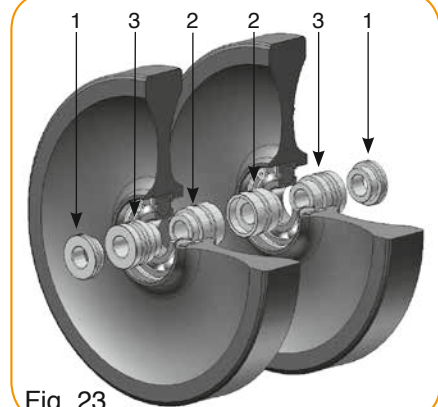

Fig. 23
- Montage version C : roue largeur 29mm en double ligne, interligne 50mm (fig. 23).
- Version C assembly : 29mm wide wheel in double line, inter line 50mm (fig. 23).
- Montage versie C: wiel breedte 29 mm in dubbele lijn tussen lijn 50 mm (fig. 23).
- Сборка версии С: 29 мм ширина колеса в двойной строчке, междустрочное расстояние 500 мм (рис.23).